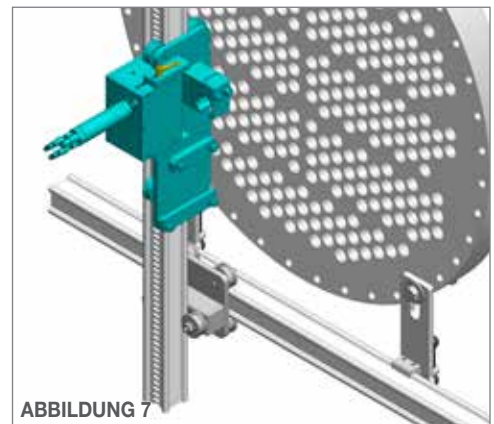

ABBILDUNG 7
7. Lösen Sie die **Schnelleinstellhebel** und ziehen Sie das Getriebe von der Schlittenplatte ab. Hierdurch gleitet der **vertikale Antriebsschlitten** ohne pneumatische Hilfsenergie auf die Schiene, um den Antrieb zu drehen. Zentrieren Sie den Schlitten auf der vertikalen Schiene und schieben Sie das Getriebe wieder auf die Schlittenplatte. Hierdurch rastet das Getriebe in die Schienen ein. Stellen Sie sicher, dass das Getriebe richtig in die Schienen eingerastet ist und ziehen Sie den Schnelleinstellhebel wieder an. (**Abbildung 7**)